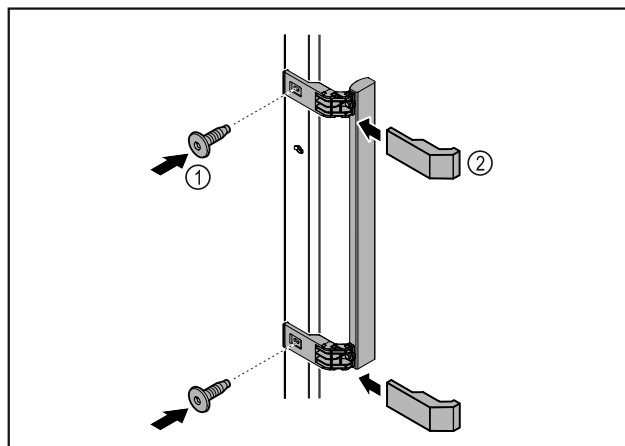

Fig. 3
- Ручку з комплекту додаткового обладнання з доданими гвинтами Fig. 3 (1) розмістити на дверях.
- Встановити кришку Fig. 3 (2).